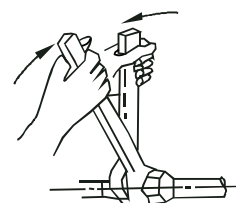

Рис. 8-2
- Установите соединительный трубопровод в надлежащее положение, заверните гайки руками, а затем затяните их ключом. (См. рис. 8-2).